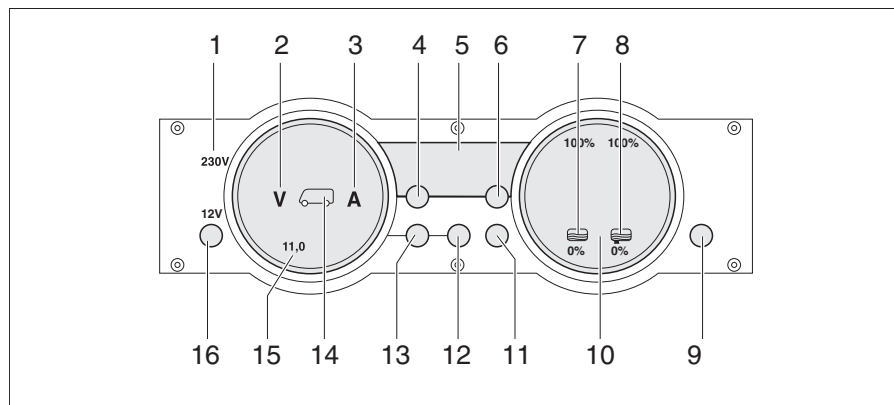

Fig. 250 Panel MP 20-S
La luz de control de 230 V (Fig. 250,1) se enciende cuando hay tensión de red en la entrada del bloque eléctrico.
El interruptor principal de 12 V (Fig. 250,16) conecta y desconecta el panel y la alimentación de 12 V del habitáculo.
- Pulsar la tecla "12 V" (Fig. 250,16) brevemente. La alimentación de 12 V del habitáculo está conectada. La visualización de control "12 V" está encendida.
- ▷ En caso de que después de la conexión parpadeen tanto el LED "11,0" de la visualización de voltios así como el símbolo Voltios "V" (Fig. 250,2) en el instrumento indicador Baterías (Fig. 250,15), será demasiado baja la tensión de la batería del habitáculo. Cargar la batería.
- ▷ En caso de que después de la conexión parpadeen tres veces la visualización de control "12 V", el símbolo Batería del habitáculo (Fig. 250,14) y el símbolo Voltios "V" (Fig. 250,2), estará activada la separación de batería. Desactivar la separación de batería.
- Pulsar la tecla "12 V" (Fig. 250,16) brevemente. La alimentación de 12 V del habitáculo está desconectada. La visualización de control "12 V" se apaga.
- Pulsar la tecla Batería del habitáculo (Fig. 250,12) y mantenerla pulsada aprox. 10 segundos. Los símbolos Voltios "V" (Fig. 250,2) y Amperios "A" (Fig. 250,3) parpadean tres veces. La batería del habitáculo está separada de la red de a bordo de 12 V.
- Pulsar la tecla "12 V" (Fig. 250,16) y mantenerla pulsada aprox. 5 segundos. El símbolo Voltios "V" (Fig. 250,2) parpadeará tres veces. La batería del habitáculo está conectada a la red de a bordo de 12 V. La visualización de control estará encendida durante aprox. 2 segundos.
- Pulsar la tecla de la batería del habitáculo "🔋" (Fig. 250,12). El símbolo Voltios "V" (Fig. 250,2) estará encendido. Según la carga o la descarga, el símbolo Amperios "A" estará encendido de color blanco o bien rojo. La tensión de la batería y la corriente de la batería del habitáculo son visualizadas a través de LEDs en el instrumento indicador.
- Pulsar la tecla de la batería del motor de arranque "🔋" (Fig. 250,13). El símbolo Voltios "V" (Fig. 250,2) estará encendido. La tensión de la batería del motor de arranque es visualizada a través de LEDs en el instrumento indicador.
- Pulsar la tecla de los depósitos "  " (Fig. 250,11). Los símbolos Depósito de agua "  " (Fig. 250,7) y Depósito de aguas residuales "  " (Fig. 250,8) estarán encendidos. Los niveles de llenado del depósito de agua (escala izquierda) y del depósito de aguas residuales (escala derecha) serán visualizados a través de LEDs en el instrumento indicador.
El símbolo Voltios "V" (Fig. 250,2) y el LED "11,0" parpadearán tan pronto la tensión de la batería caiga abajo de 11 V (medición durante el funcionamiento) y exista el riesgo de una descarga completa.
El símbolo Depósito de agua "☰" (Fig. 250,7) o el símbolo Depósito de aguas residuales "☷" (Fig. 250,8) parpadeará si el depósito de agua está vacío o el depósito de aguas residuales está lleno.
A través del visualizador digital (Fig. 250,5) es posible visualizar la temperatura interior y la temperatura exterior.